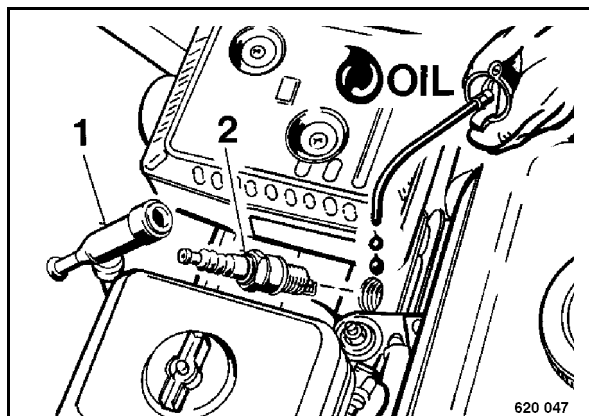

рис. 59
- Снять свечной наконечник 1 (рис. 59) и вывинтить свечу зажигания (2).